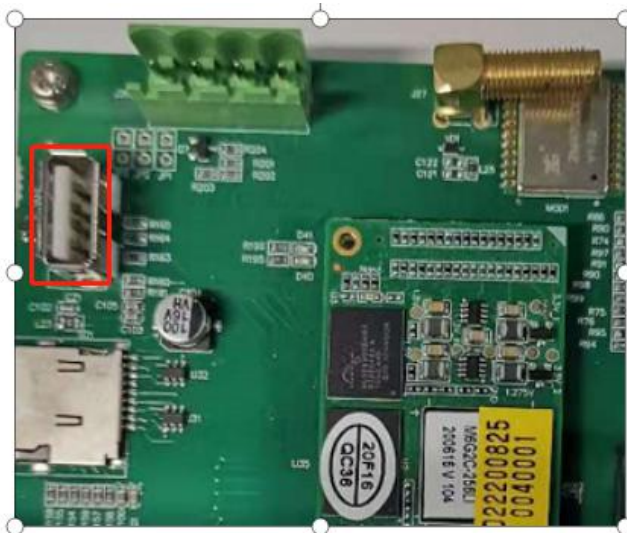

图 2-18
- 3、 将 U 盘插入数采仪底板的插槽，如图 2-18 所示;